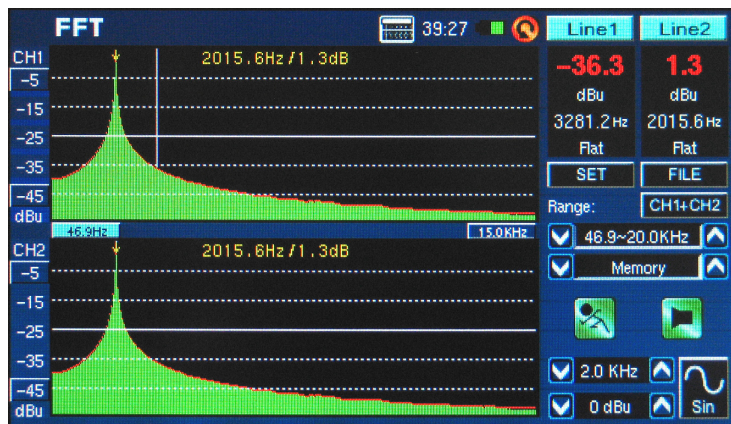

图 34
7. FFT结果一般超过两页，也就是说，您需要向左或向右“滚动”检视更多的结果。可通过点击屏幕左下角或右下角的频率值滚动显示窗口。(图34和35)